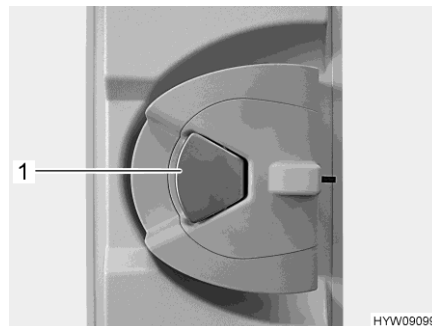

Bild 30 Türschloss (Eingangstür innen)
- Öffnen:** ■ Wenn das Türschloss verriegelt ist: Am Türgriff (Bild 30,1) einmal ziehen. Die Tür ist entriegelt.
- Am Türgriff (Bild 30,1) ziehen. Die Tür ist geöffnet.
- Verriegeln:** ■ Den Türgriff (Bild 30,1) drücken.